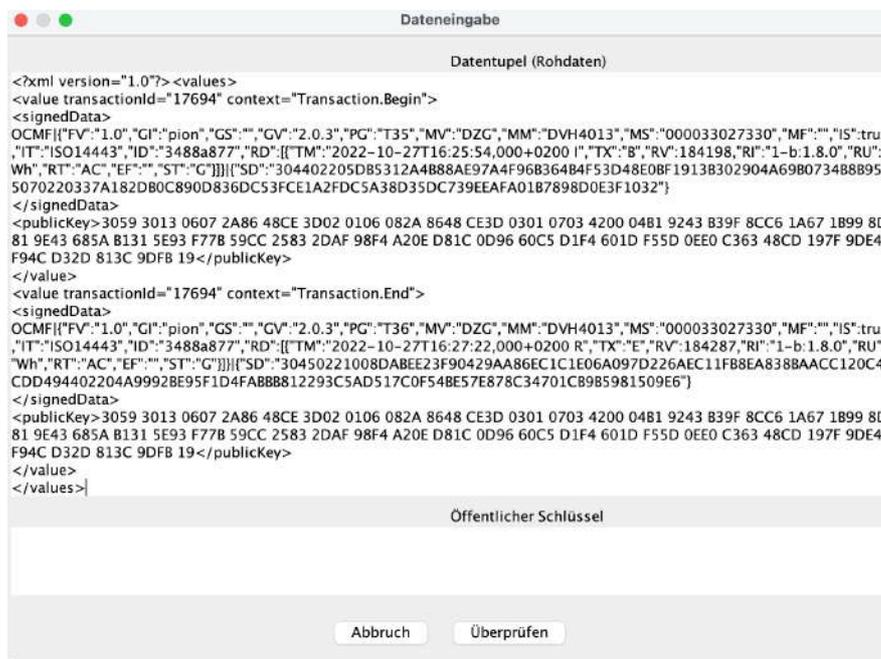

Abbildung 8: Eingabe Rohdaten
3. Die vom Abrechnungsdienstleister übermittelten Daten werden bei manueller Eingabe in das in Abbildung 8 dargestellte Feld kopiert.